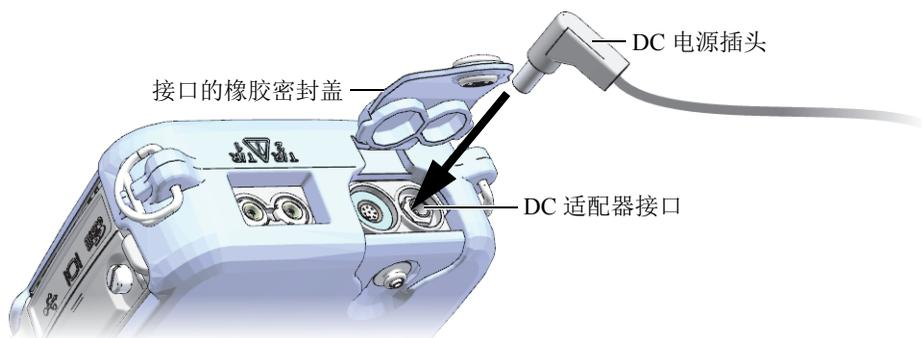

图 2-3 接入 DC 电源插头
2. 在 38DL PLUS 仪器上，打开 38DL PLUS 仪器顶部盖住 DC 适配器接口的橡胶密封盖（参见第 31 页的图 2-3）。
3. 将充电器 / 适配器的 DC 电源插头插入到 DC 适配器接口中（参见第 31 页的图 2-3）。